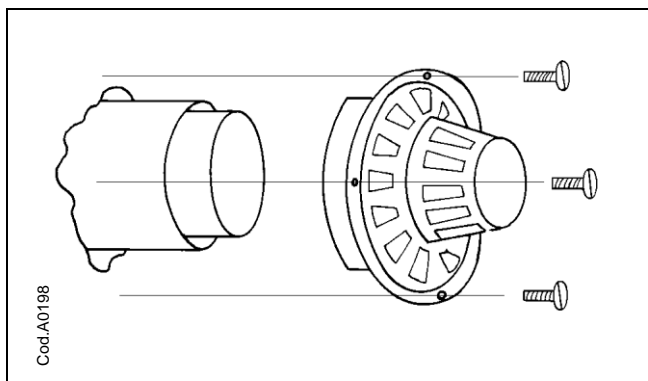

Fig. 9
10. Monter gitteret på aftræks-/frisklufttrøret med de tre selvskærende skruer. (se fig. 9)